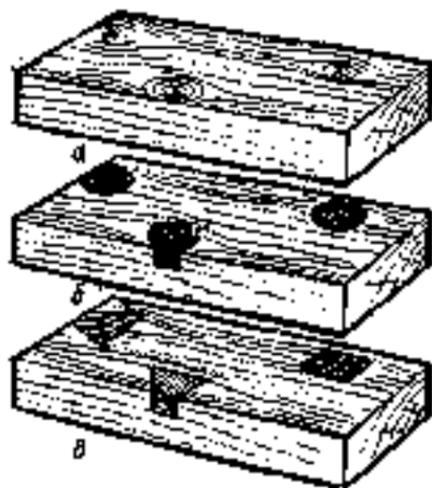
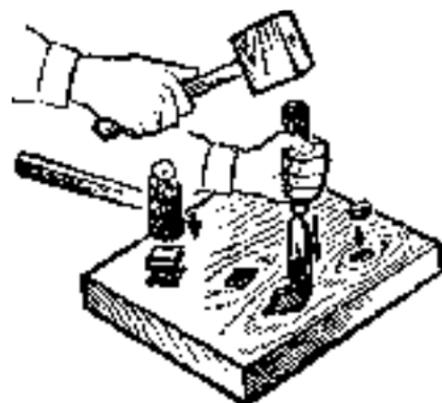

Рис. 56. Заделка сучков:
Рис. 57. Изготовление заделки и выдолбление сучков.
Чаще всего приходится заделывать сучки, выбоины (на рис. 56 видно, как исправляют такие дефекты). На производстве сучки высверливают и помещают на их место круглую вставку. Но довольно часто такую операцию проводят вручную. Из доски соответствующей толщины выпиливают заделку разной формы в зависимости от размера, формы сучков и их положения на детали. Подготовленную заделку накладывают на сучок и обводят остро отточенным карандашом. Затем по линии разметки долбят отверстие (рис. 57), в которое на клей устанавливают заделку. После высыхания клея поверхность застрагивают. Направление волокон в заделке должно быть таким же, как и на заготовке детали.
6. Установить заделку на клей, застрогать поверхность (рис. 56, е).